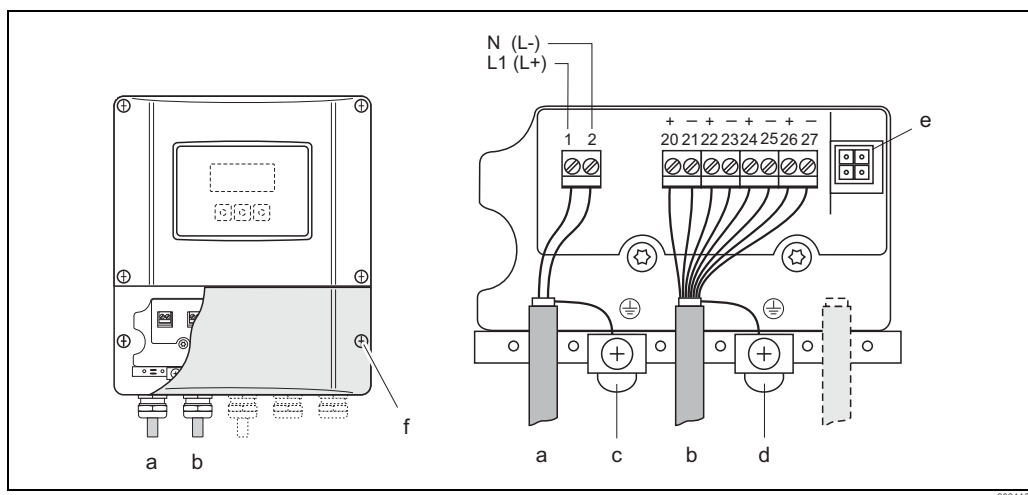

Fig. 20: Raccordement du transmetteur (boîtier pour montage mural). Section de câble : max. 2,5 mm²
- Schéma de raccordement (boîtier mural) → fig. 20